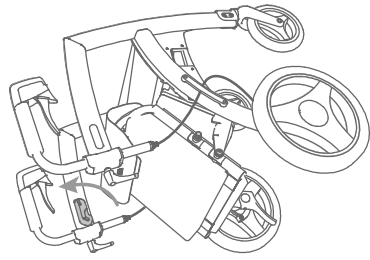
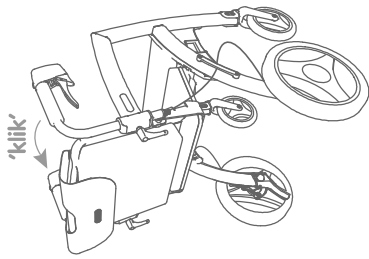

Figura 34: Tire del respaldo hacia arriba. Tire hacia adelante.
Figura 35: Encajar el respaldo en las guías
- A continuación, tire del respaldo hacia arriba y hacia atrás (**Figura 34**) hasta que los pasadores de bloqueo de las guías superiores encajen en el marco (**Figura 35**). ¿Los pasadores de bloqueo superiores no se deslizan suavemente en las guías del marco? Entonces empuja el respaldo hacia adelante de nuevo hasta la mitad del cuadro e inténtalo de nuevo.